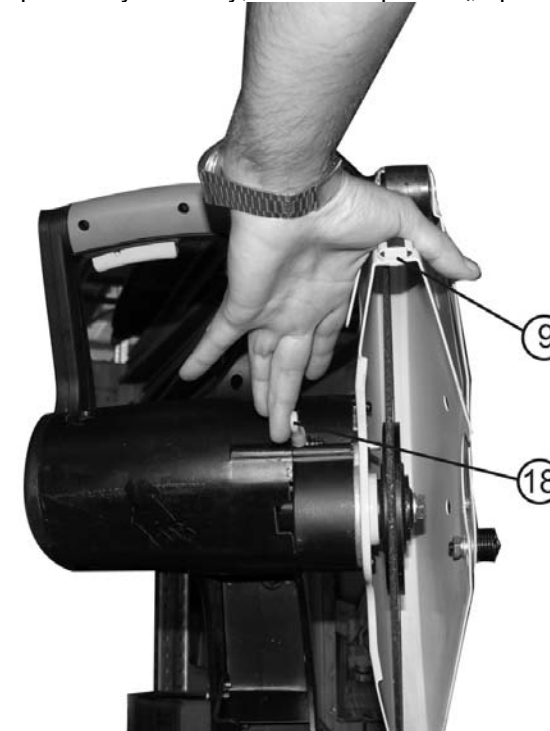

Рис. 8
12.2. Установка отрезного диска (Рис. 8, 9, 10)
12.1. Снятие отрезного диска (Рис. 8, 9, 10)